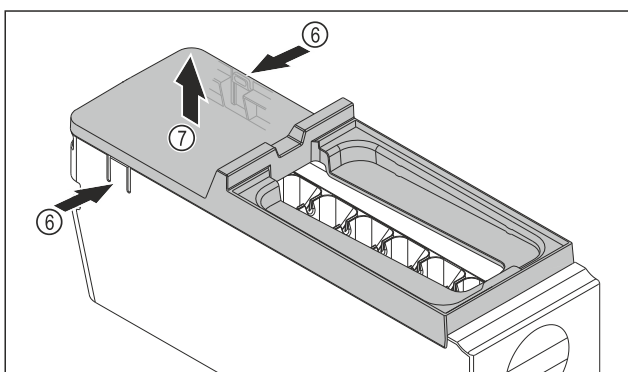

Fig. 75
- ▶ Vyjmutí krytu korpusu EasyTwist-Ice: Lamely Fig. 75 (6) na obou stranách korpusu EasyTwist-Ice stlačte jednou rukou.
- ▶ Kryt Fig. 75 (7) vyjměte druhou rukou nahoru.